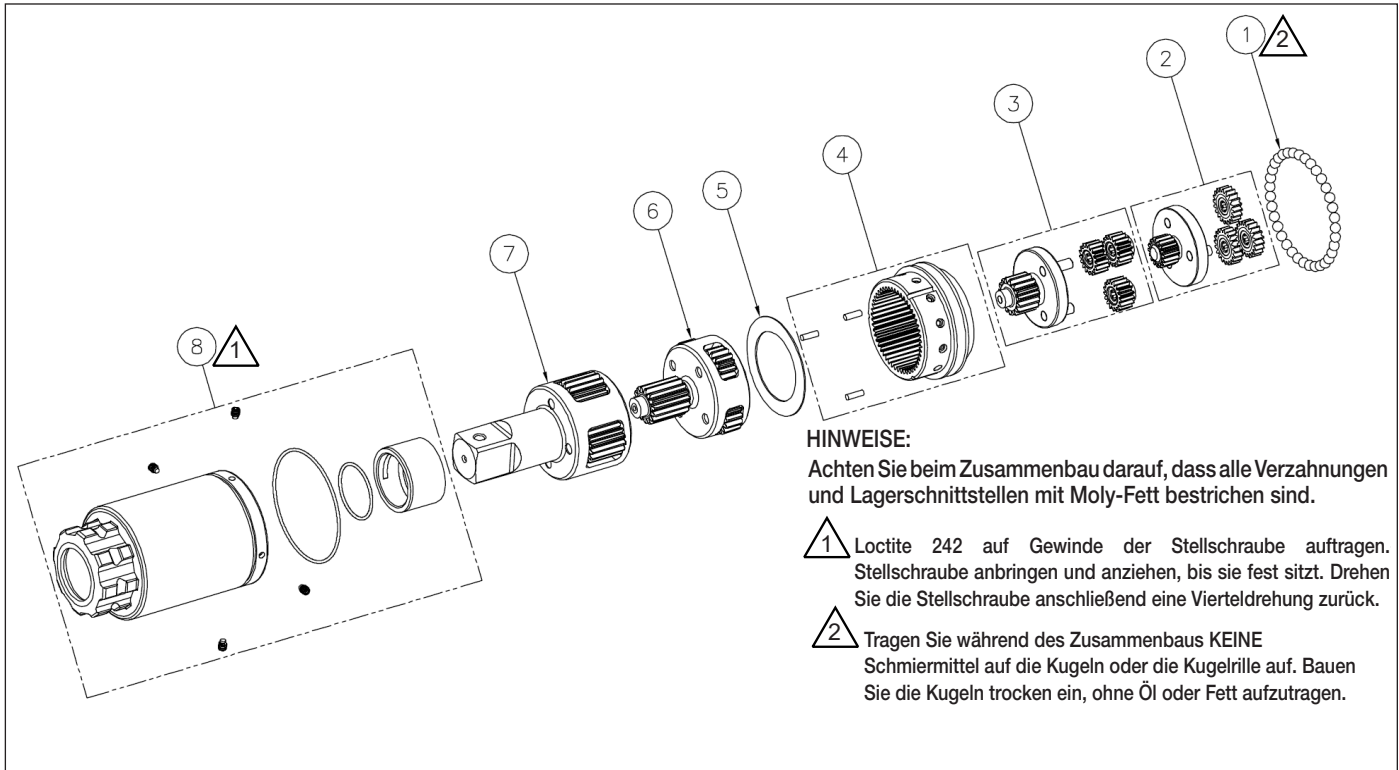

Abbildung 10: TW1000SR Getriebe-Baugruppe
9.5.1 Tabelle der Teile (Abbildung 10)